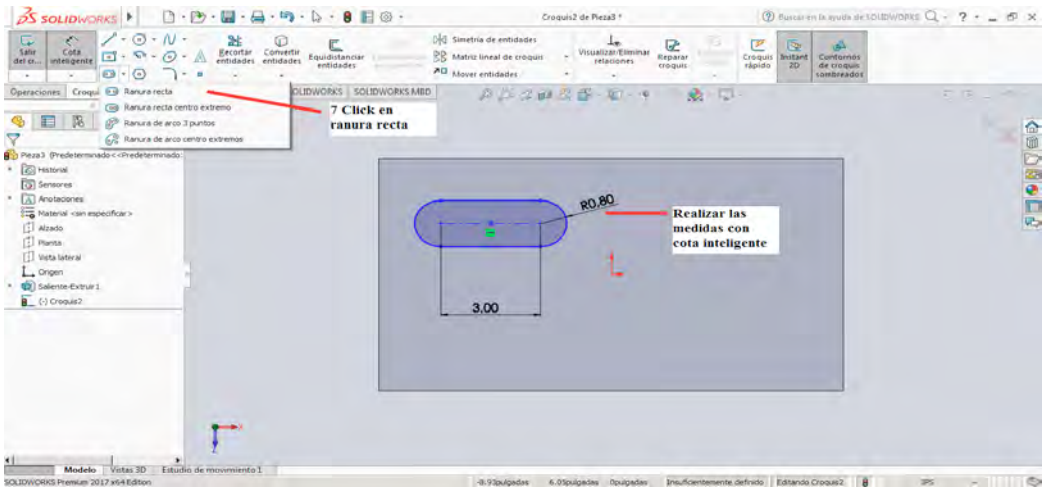

Figura 2-12
7. Con la superficie seleccionada en la pestaña de croquis se procede a seleccionar la herramienta Ranura Recta y se dibuja sobre la superficie la ranura con las características definidas en la figura 2-12. Con cota inteligente se realizan las medidas que se muestran.